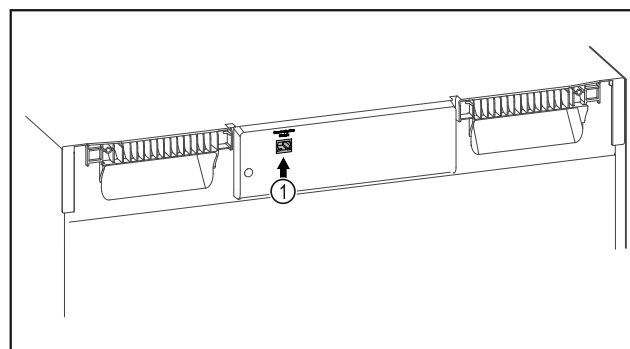

Fig. 97
- SmartModule Fig. 97 (1) is geplaatst.